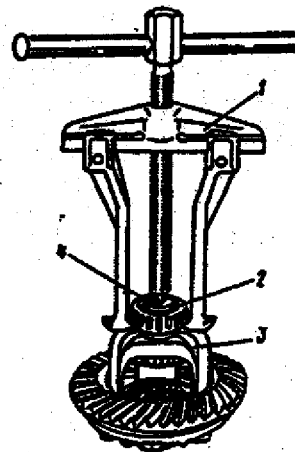

Fig. 3-62. Remoção do cone dos rolamentos laterais da coroa: 1 - extrator; 2 - cone do rolamento; 3 - caixa do diferencial; 4 - apoio A.45028.
- a) remover os cones dos rolamentos laterais da coroa, utilizando-se do extrator A.40005/1/6 e do apoio A.45028 (fig. 3-62);